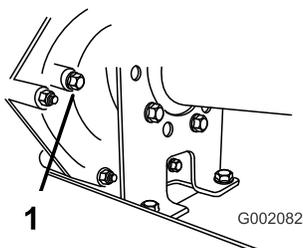

Figura 59
2. Rimuovete il bullone dal foro di indicazione del livello (Figura 59).